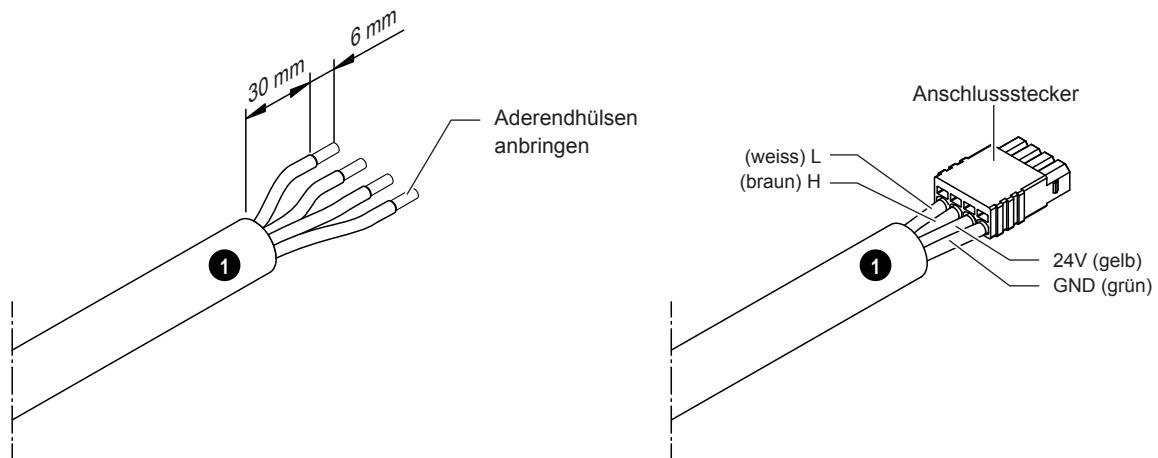
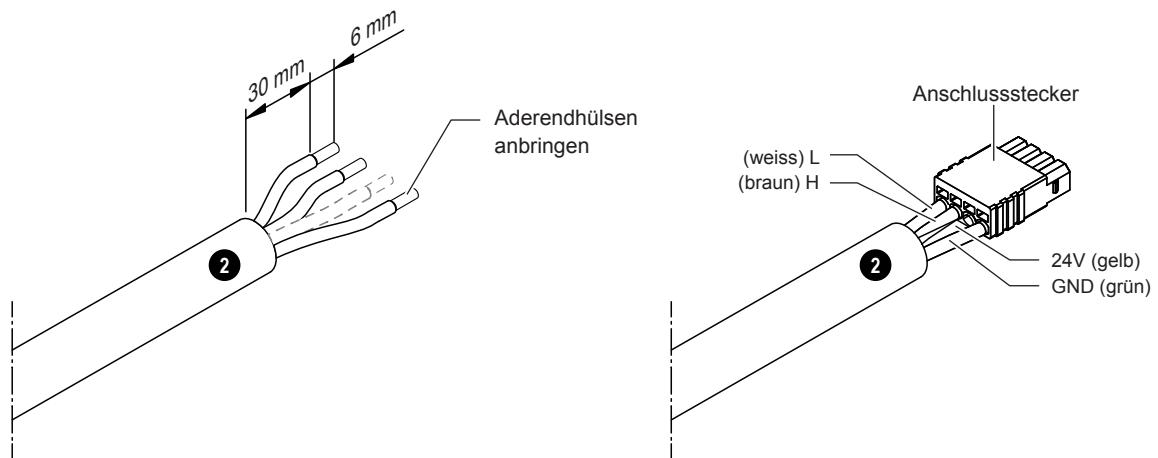

Abb. 12: CAN BUS-Kabel für Anschluss SPA Display vorbereiten
Abb. 13: CANBUS-Kabel für Verbindung CondairDelta SPA Control Box zu Condair Omega vorbereiten
3. Das bzw. die CAN BUS-Kabel ablängen. Das bzw. die Kabelende(n) gemäss Abb. 12 (Anschluss SPA Display) oder Abb. 13 (Verbindungskabel Condair Delta SPA Control Box zu Condair Omega) für den Anschluss der Stecker vorbereiten und den/die Stecker an die/das CAN BUS-Kabel anschliessen.